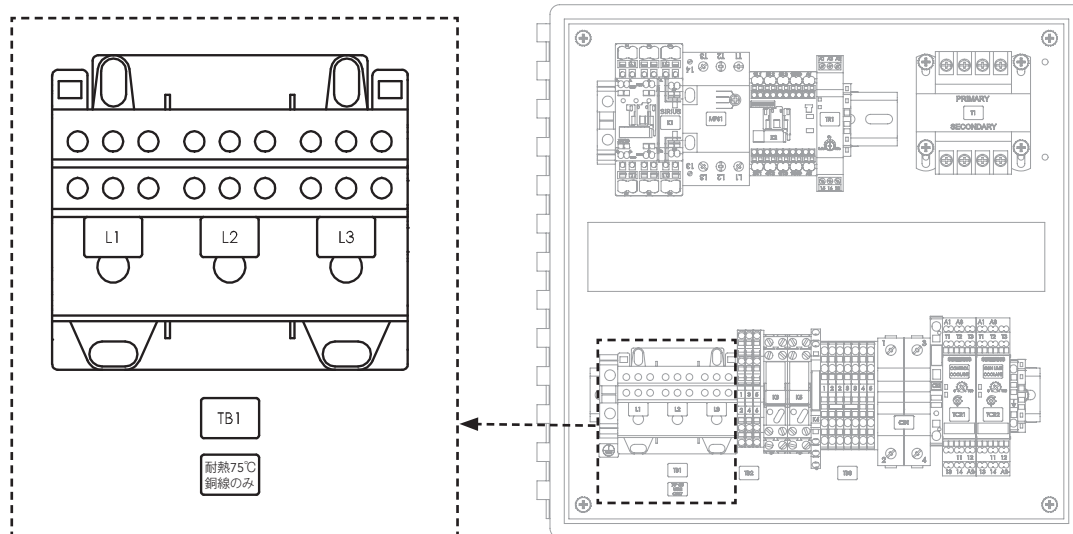

図 3 OMM/OLM 制御ボックス内の主電源端子台
▶ **単相製品**では、**L1** と **L2** または **L** と **N** というラベルが貼られた端子台を使います（図 3）。